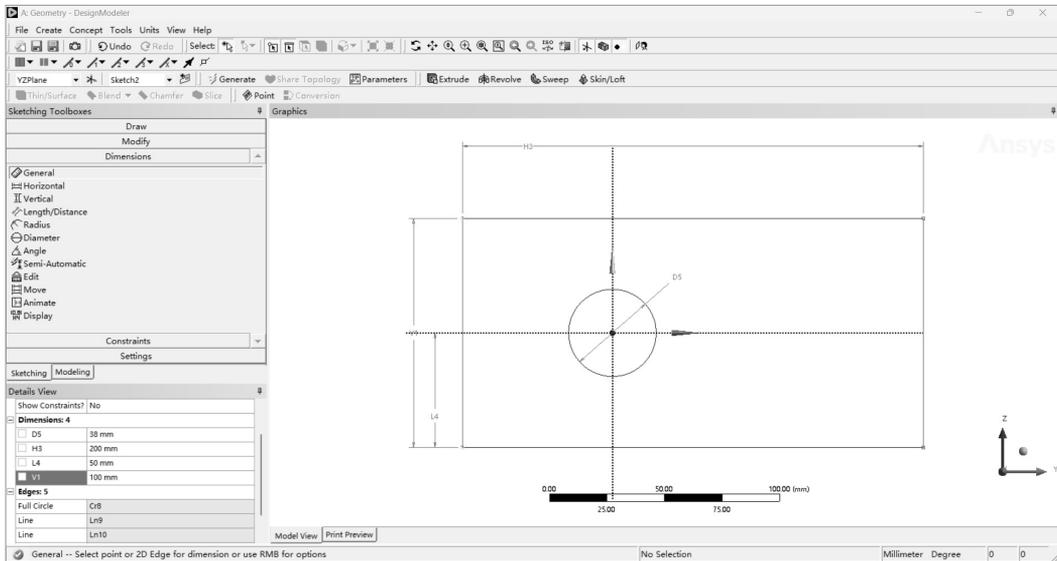

图 2-34 草图 1 尺寸设置
(7) 单击 Dimensions (尺寸) 中的 General (一般尺寸) 选项, 设置圆直径为 38mm, 矩形长为 200mm, 宽为 100mm, 矩形下边框到 x 轴间的距离为 50mm, 如图 2-34 所示。